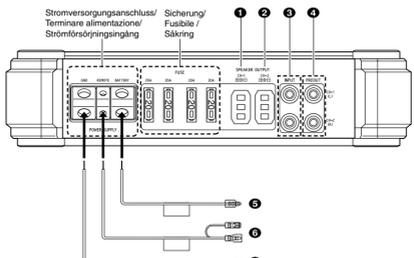
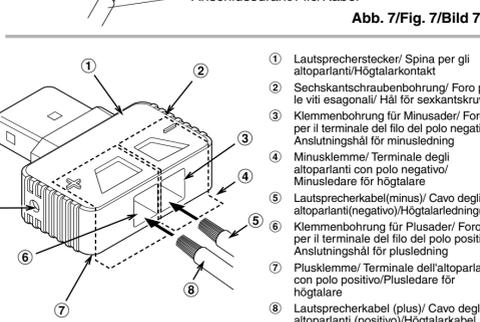

Abb. 5/Fig. 5/Bild 5
Abb. 8/Fig. 8/Bild 8
## ANSCHLÜSSE (Abb. 5 – Abb. 8)
- 4. Führen Sie die freigelegten Leiter ganz in die Klemmenbohrung ein. Siehe Abb. 8.
## COLLEGAMENTI (Fig. 5 – Fig. 8)